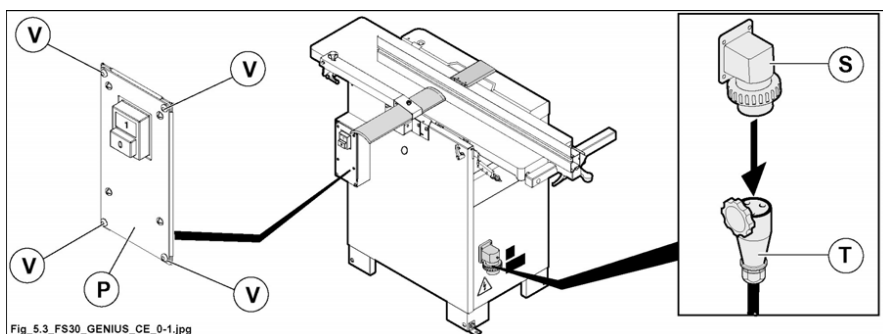

Abb. 5.3
bevor man die Maschine einstellt, muß man den Hauptschalter auf O stellen und den Stecker (S Abb. 5.3) von der Steckdose (T Abb. 5.3) abstecken.
- zum Öffnen der Platte (P Abb. 5.3) die Schrauben (V Abb. 5.3) ausdrehen.
- platte schliessen (P Abb. 5.3).